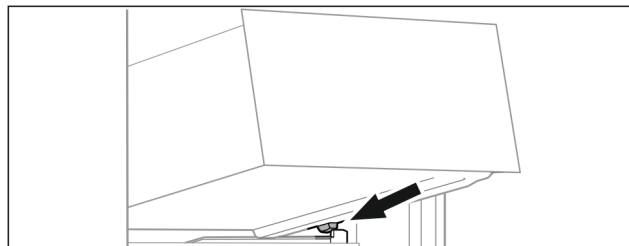

Fig. 82
- ▶ Sett skuffen på skrå bak stopperne på beholderribben. (se Fig. 82)